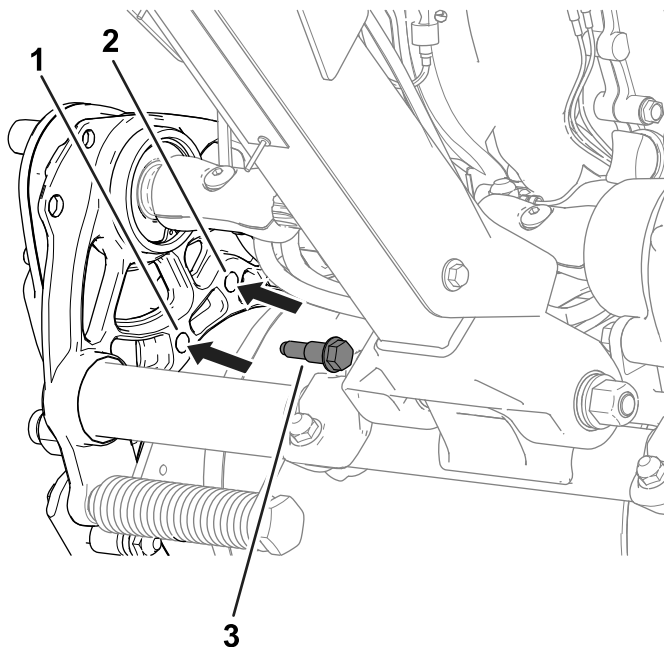

Figura 19
2. Retire los pernos de cuello largo (Figura 19) que sujetan el alojamiento de la transmisión del tambor al chasis en cada lado de la máquina.
4. Utilice los pernos de cuello largo que se retiraron anteriormente para sujetar el alojamiento de la transmisión al chasis (Figura 19).